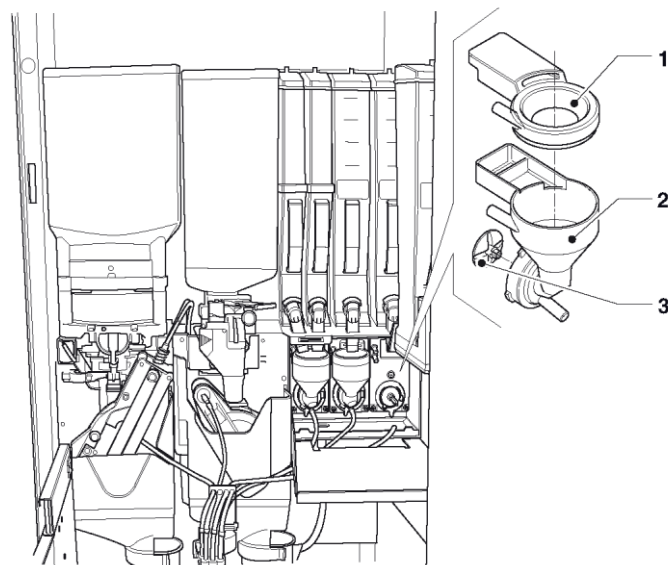

Рис. 11
- Переместить (см. Рис. 11) из миксера раструбы для порошка, воронки для подачи воды, воронки для порошка и вентиляторы миксеров.